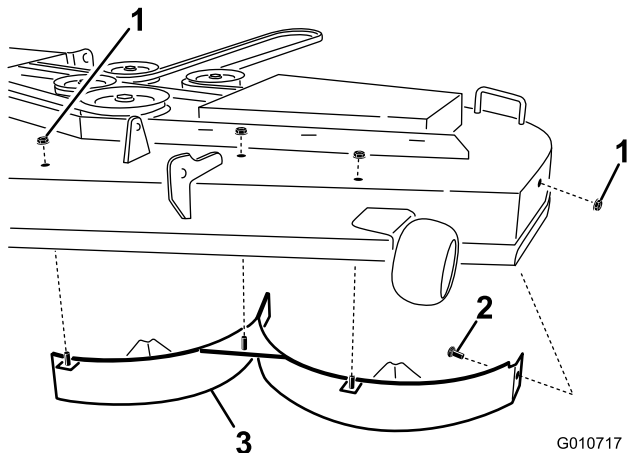

Figura 10
12. Instale el deflector izquierdo a la plataforma de corte según se muestra en Figura 10. Utilice tres contratuercas (5/16 pulgada) para sujetar las clavijas soldadas del deflector derecho a la parte superior de la plataforma de corte en las posiciones centro, centro izquierda e izquierda. Apriete las fijaciones a mano.